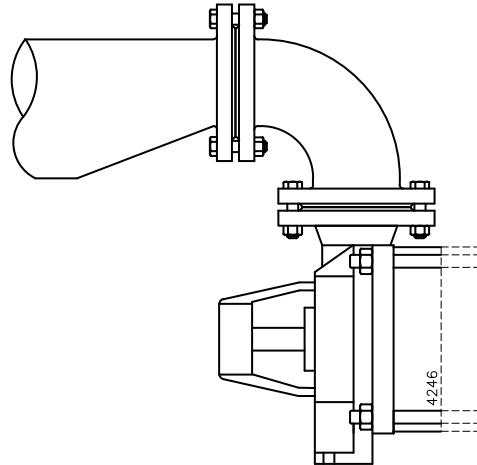

Abbildung 3: Exzentrisches Reduzierstück zum Ansaugflansch.
- Der Durchlass der Saugleitung muss genügend groß sein. Diese Leitung ist zur Vermeidung von Luftsäcken so kurz wie möglich und zur Pumpe hin ansteigend zu verlegen. Ist dies nicht möglich, so muss am höchsten Punkt der Saugleitung eine Entlüftungsmöglichkeit vorgesehen werden. Hat die Saugleitung einen größeren Querschnitt als der Saugstutzen, muss ein exzentrisches Reduzierstück eingesetzt werden, sodass kein Luftsack und keine Wirbel entstehen können. Siehe Abbildung 3.